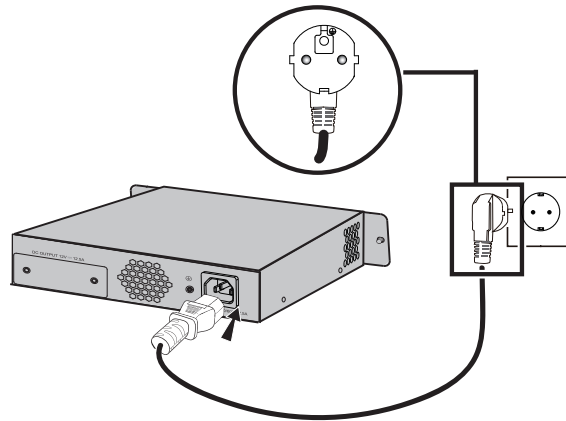

Рисунок 5-6 Включение RPS150
4. С помощью другого кабеля (входит в комплект к резервному блоку питания) соедините разъём «AC» блока питания RPS150 с розеткой электросети (см. рисунок 5-6).